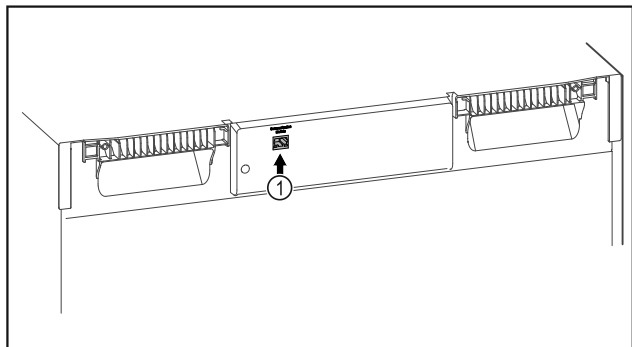

Fig. 154
- ☐ Se utiliza SmartModule Fig. 154 (1).